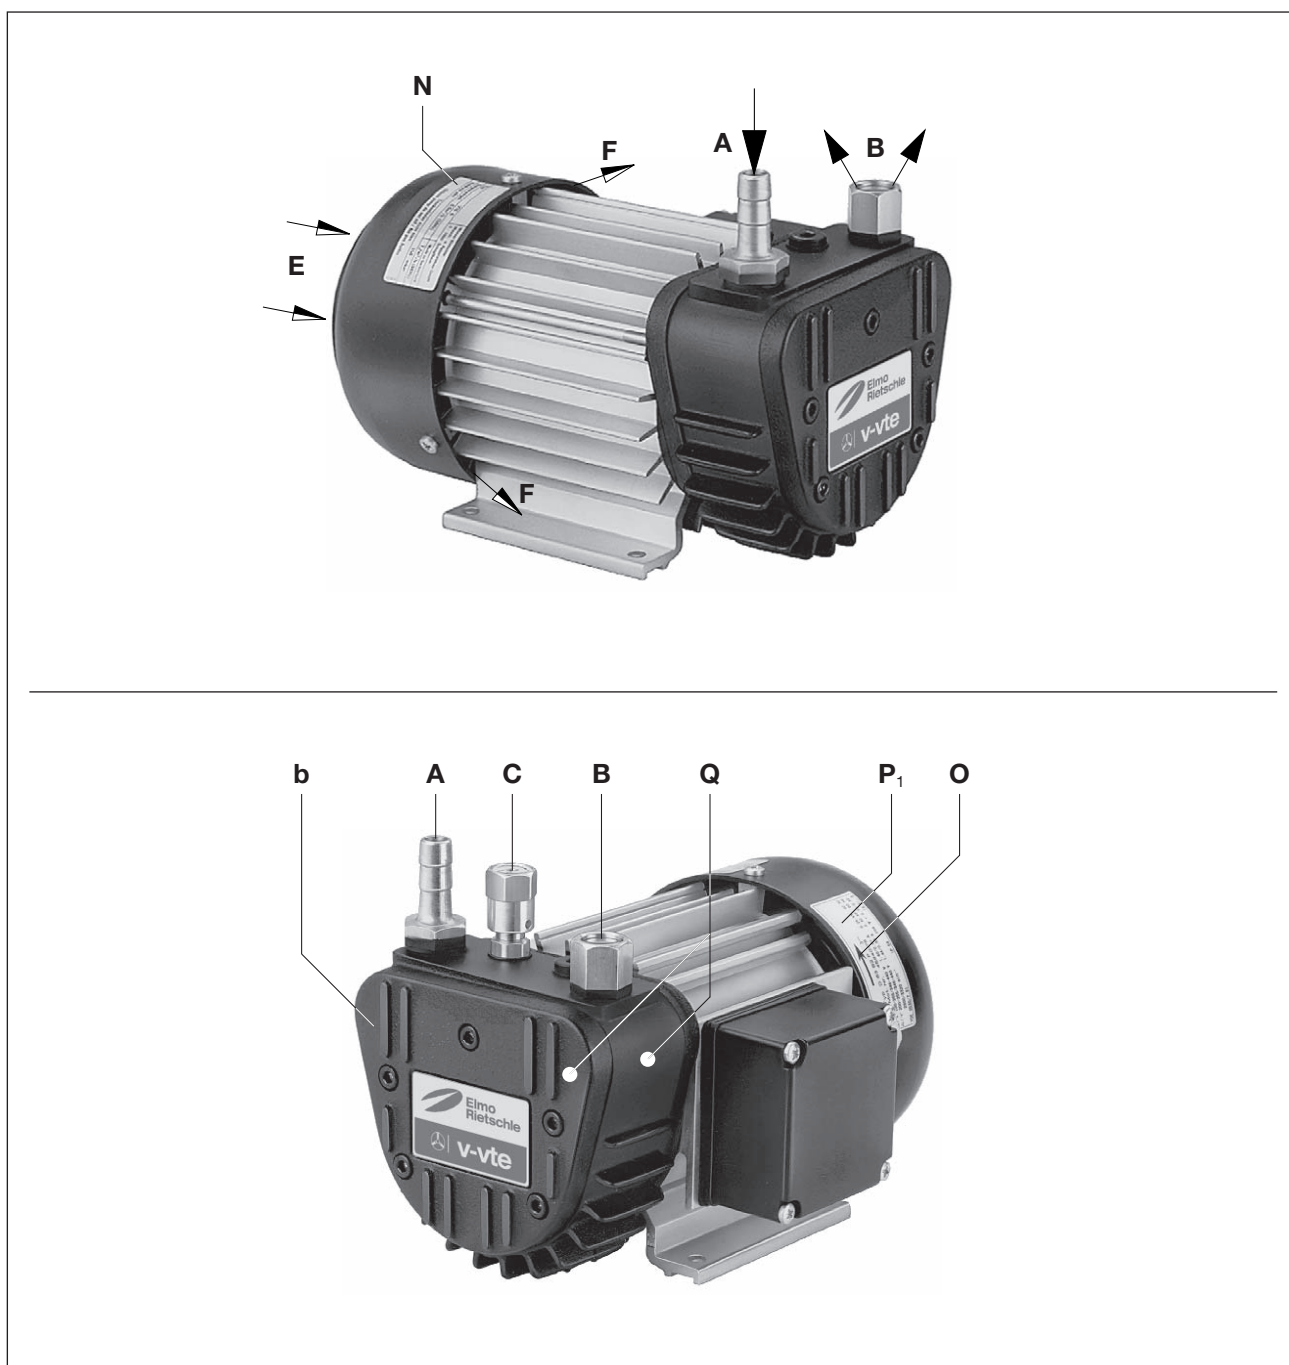

Abb. 1 Vakuumpumpe V-VTE
Zum Demontieren des Gehäusedeckels (Abb. 1/b) müssen für Wartungsarbeiten mindestens 20 cm Platz vorhanden sein. Zusätzlich ist zu beachten, dass die Kühlluft eintritte (Abb. 1/E) und Kühlluftaustritte (Abb. 1/F) mindestens 8 cm Abstand zur nächsten Wand haben (austretende Kühlluft darf nicht wieder angesaugt werden).
- a) Vakuumschluss bei (Abb. 1/A).
Die abgesaugte Luft kann durch den Ausblaseschalldämpfer (Abb. 1/B) ausgeblasen oder über Schlauchanschluss und Leitung weggeführt werden.
Die Einstellung des Vakuums kann durch Drehen des Regulierknopfes (Abb. 1/C) entsprechend dem auf dem Drehknopf angebrachten Symbolschild erfolgen.
- a) Die elektrischen Motordaten sind auf dem Datenschild (Abb. 1/N) bzw. dem Motordatenschild (Abb. 1/P₁) angegeben. Die Motoren entsprechen DIN EN 60034 und sind in Schutzart IP 54 und Isolationsklasse F ausgeführt. Das entsprechende Anschlusschema befindet sich im Klemmenkasten des Motors (entfällt bei Ausführung mit Stecker-Anschluss). Die Motordaten sind mit den Daten des vorhandenen Stromnetzes zu vergleichen (Stromart, Spannung, Netzfrequenz, zulässige Stromstärke).
Im betriebswarmen Zustand können die Oberflächentemperaturen an den Bauteilen (Abb. 1/Q) über 70°C ansteigen.
- ▷ Die vorgesehene Drehrichtung der Antriebswelle ist durch den Drehrichtungspfeil (Abb. 1/O) gekennzeichnet.